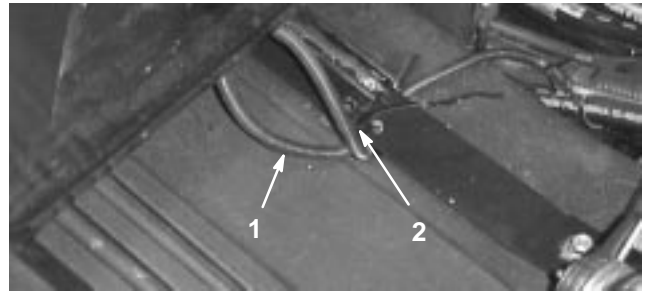

**Figure 4**
2. Fixez les brides de montage aux dispositifs de réglage du siège avec 4 écrous à collerette (siège standard) ou 4 boulons, rondelles plates et écrous à collerette (siège de luxe) (Fig. 4). La visserie de montage est fournie avec les kits sièges.
3. Fixez la ceinture de sécurité dans les trous situés de part et d'autre du siège avec 2 boulons et rondelles-freins (siège standard) ou 2 boulons et contre-écrous (siège de luxe) (Fig. 4). La visserie de montage est fournie avec les kits sièges.